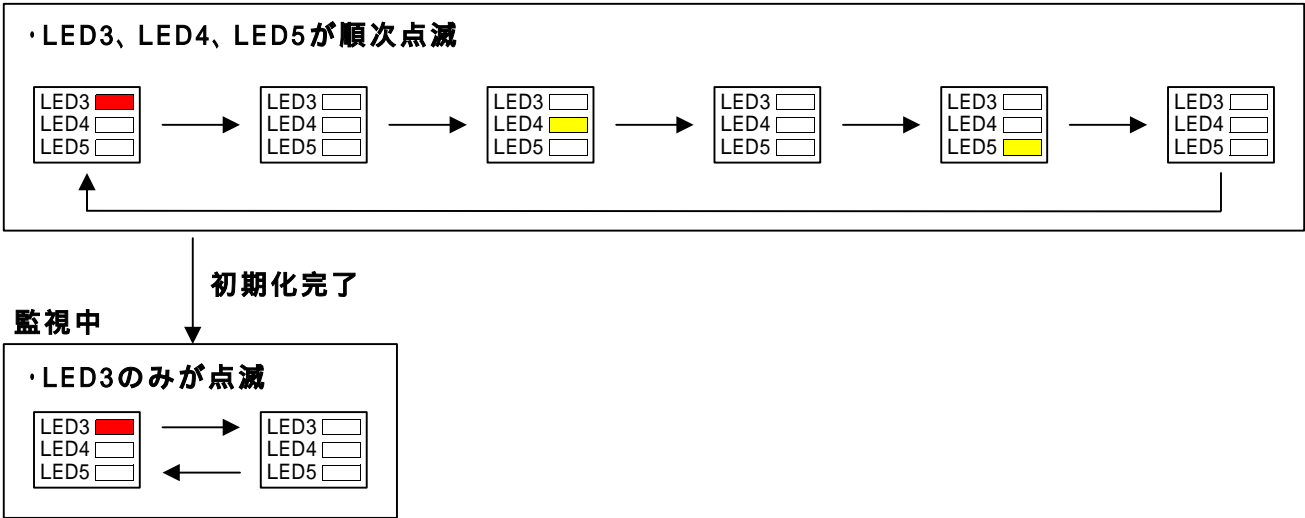

図4.2-2 状態LEDの遷移(初期化～監視中)
- 図4.2-2に示すようにLED3～LED5が点灯し最終的にLED3が点滅すれば準備完了です。